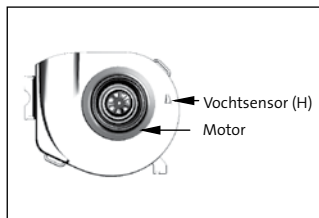
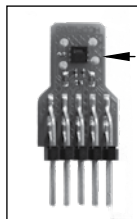

Fig. 12 Motorplaat met motor en vochtsensor (H)
Fig. 13 Vochtsensor
De vochtsensor (H) (fig. 12 en fig. 13) kan worden gereinigd met een droog kwastje.